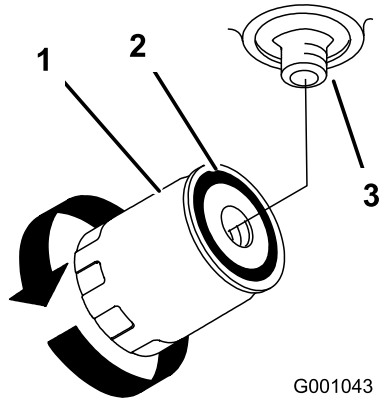

Figura 74
4. Retire el filtro usado y limpie con un paño la superficie de la junta del adaptador del filtro (Figura 74).
- Gire el filtro en sentido horario hasta que la junta de goma entre en contacto con el adaptador del filtro y apriete el filtro media vuelta más (Figura 74).